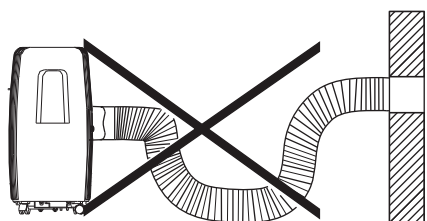

Imagen 20
- En modo deshumidificador (DRY), retire la parte superior del tubo de drenaje de la parte trasera de la unidad e instale el conector de drenaje (5/8" universal hembra) con la manguera 3/4". Para los modelos sin conector de drenaje, únicamente conecte la manguera de drenaje al orificio de entrada. Coloque la parte abierta del adaptador de la manguera directamente sobre la zona de drenaje en la superficie (imagen 20).